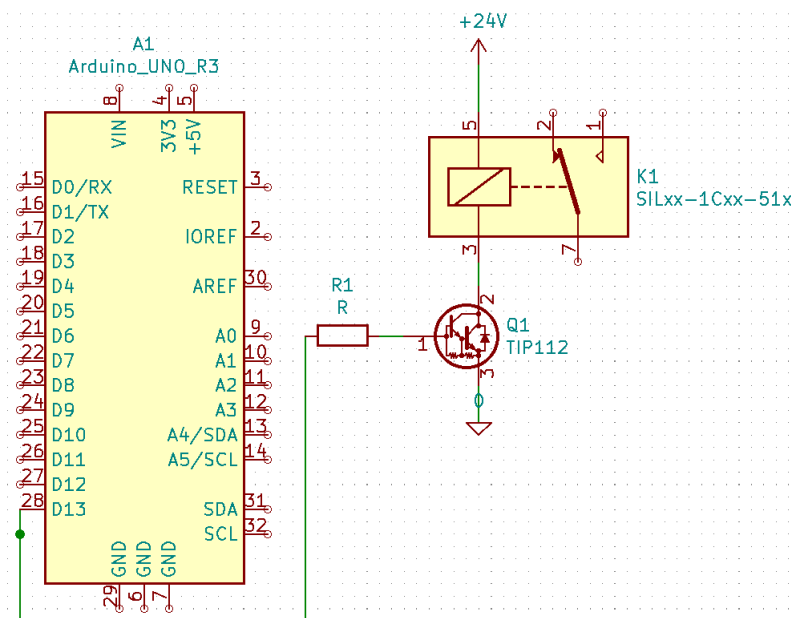

Figura 4: Circuito de activación.
2. se coloca la resistencia del valor mas cercano al resultado en la base siguiendo el esquema de la figura 4.